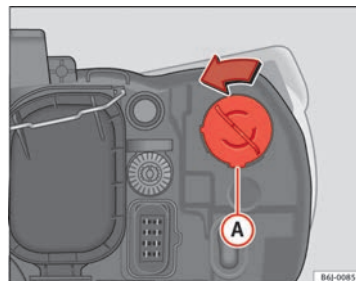

Abb. 158 Blinklicht ▶
- Drehen Sie den Lampenträger ⇒ Abb. 158 **A** nach links und ziehen Sie.